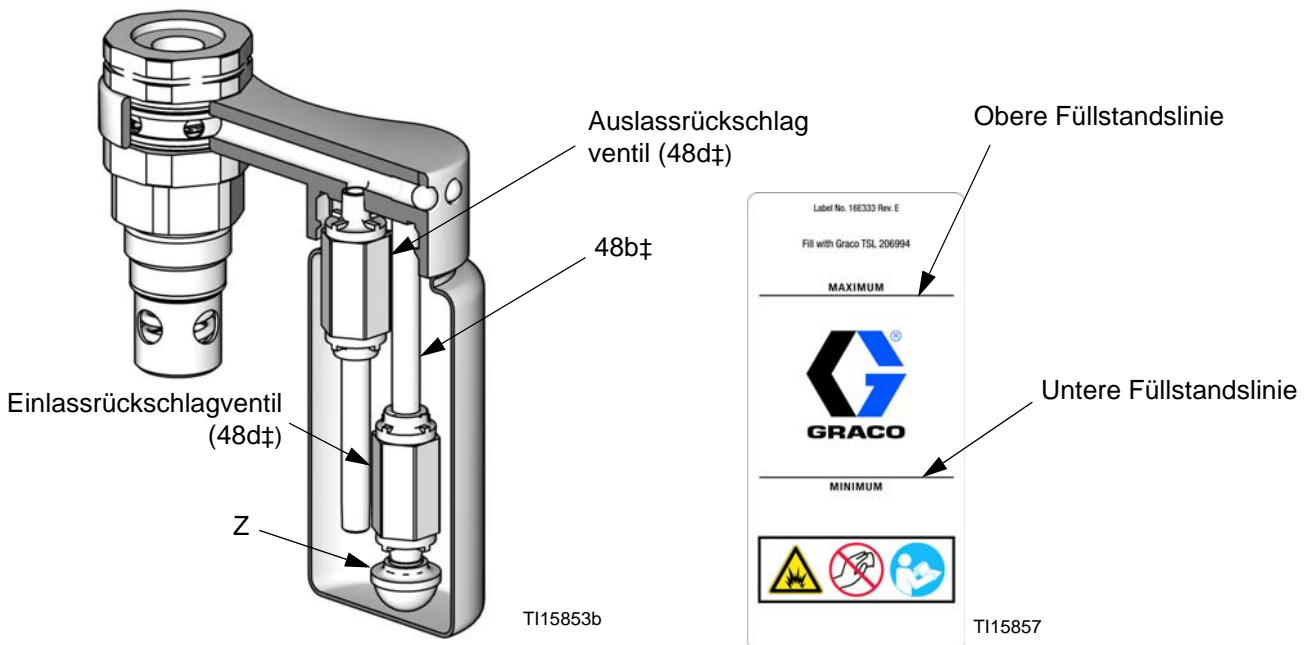

ABB. 1. Schnittzeichnung des TSL-Tanks und der Füllstandslinien
3. Sieb (Z) des Einlass-Rückschlagventils reinigen (48c‡). Sind die Rückschlagventile nicht dicht und schmutzige TSL gelangt in die Ölerasse, die Rückschlagventile ersetzen (48c, 48d). Siehe ABB. 1.
HINWEIS: Zum Ersetzen der Rückschlagventile in der TSL-Flasche den Rückschlagventil-Reparatursatz 24F404 bestellen. Die in den Sätzen enthaltenen Teile sind mit einem Symbol gekennzeichnet, z. B. (48b†). Um nur die Flasche auszutauschen, den Flaschenersatzsatz 24F405 bestellen. Die in den Sätzen enthaltenen Teile sind mit einem Symbol gekennzeichnet, z. B. (48e*). Der Satz enthält 5 Flaschen und 5 Etiketten. Siehe ABB. 1, ABB. 4 und ABB. 5.